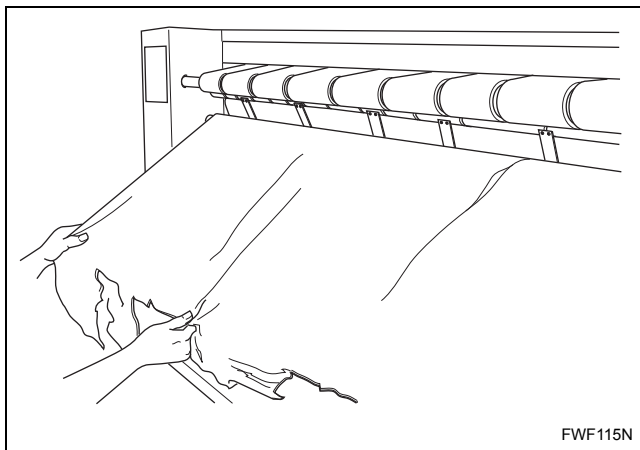

Abbildung 14
e. Schutzpapier komplett entfernen. Siehe *Abbildung 14*.